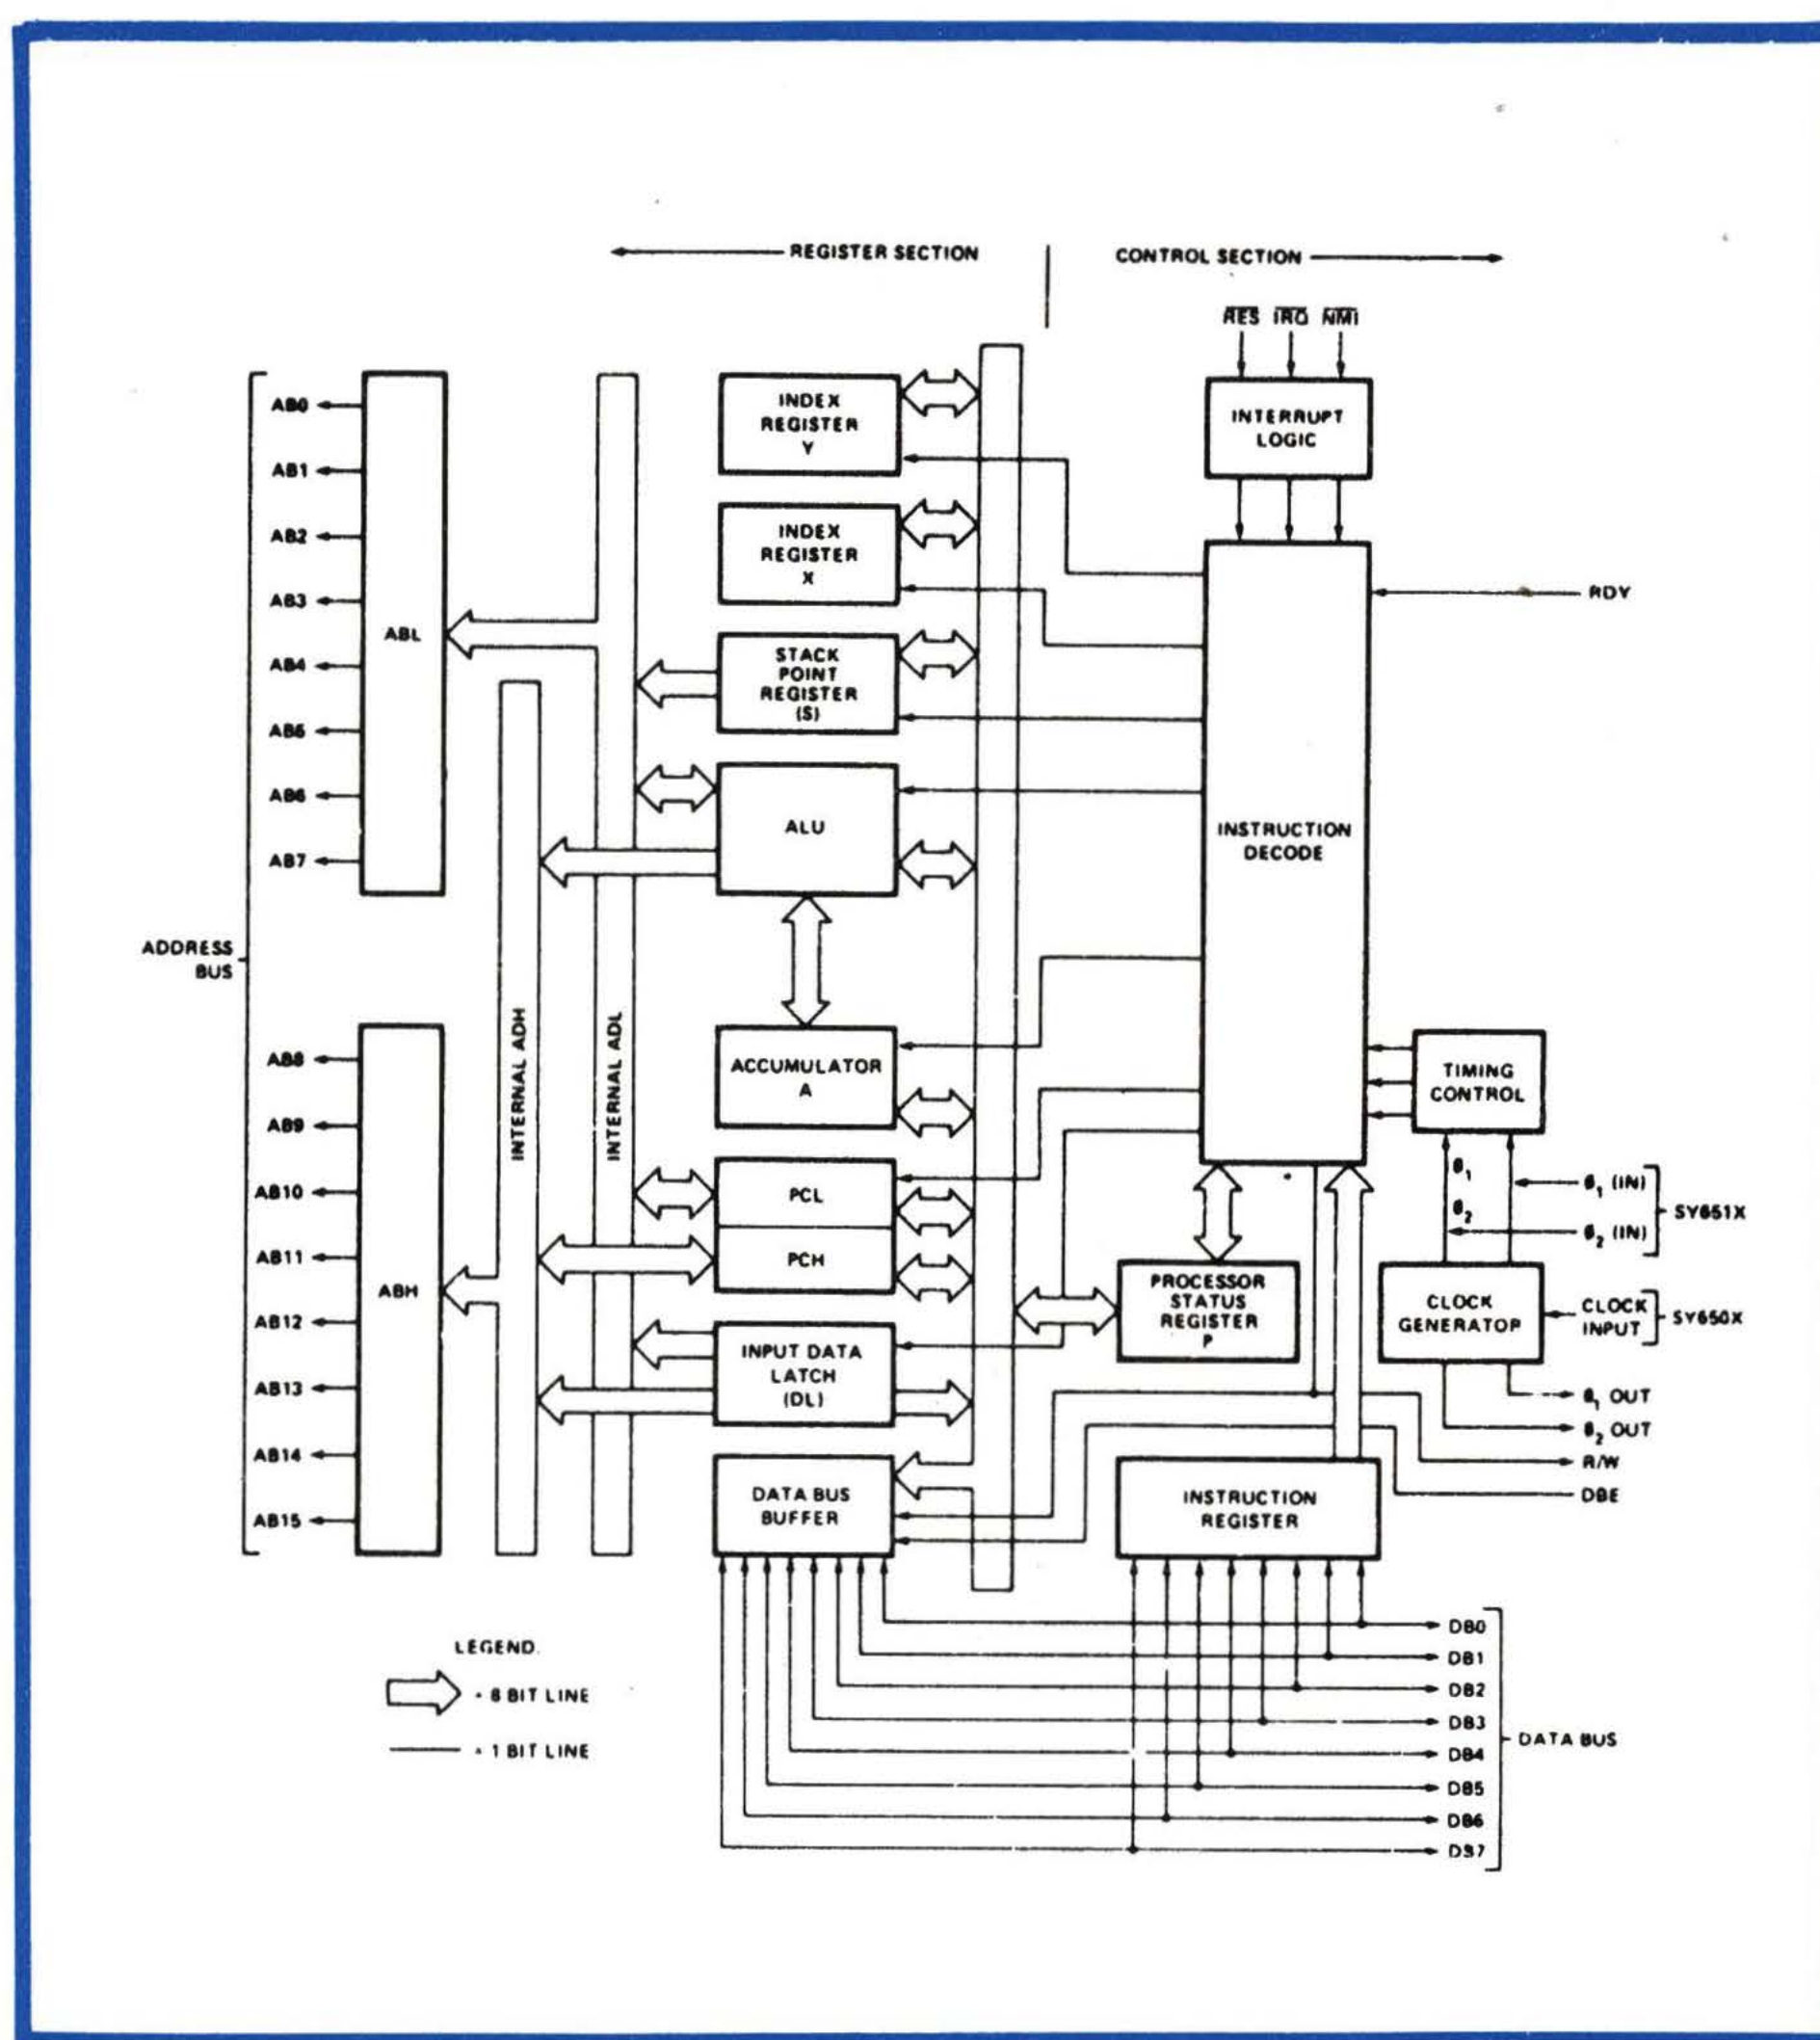

Figura 1 - Architettura Interna dei microprocessori della serie 6500.
Prima di parlare del SYM, è bene avere un'idea delle caratteristiche della CPU che esso utilizza, il 6502: la velocità (ciclo di 1 μ sec), i modi di indirizzamento (ben 13), ed il set di istruzioni (56) che non sono una valanga ma permettono una flessibilità di esercizio incredibile (ed un accostamento al chip molto veloce ed indolore) rendono questo microprocessore estremamente interessante (v. Figura 1).